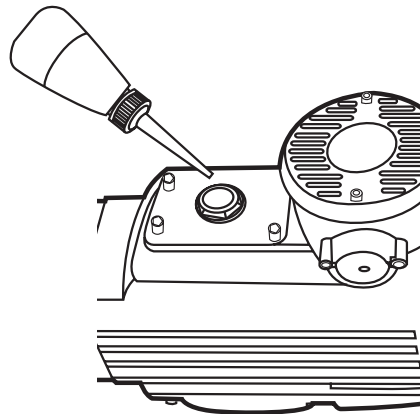

Abb. 5
3. Füllen Sie Öl (nicht mitgeliefert) ein, achten Sie darauf, dass Sie den Tank **(6)** nicht überfüllen (Abb. 5).